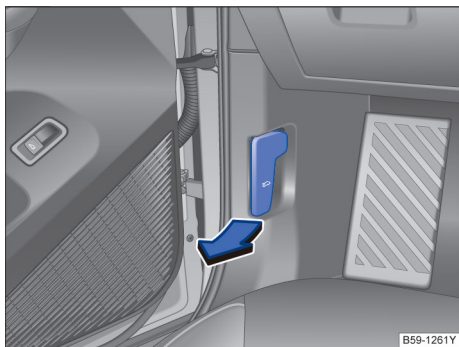

图 216 驾驶员侧脚部空间：发动机舱盖锁开启手柄
- 将车门打开沿图示箭头方向拉动开启手柄→图 216，舱盖在弹簧机构的作用下弹开稍许。